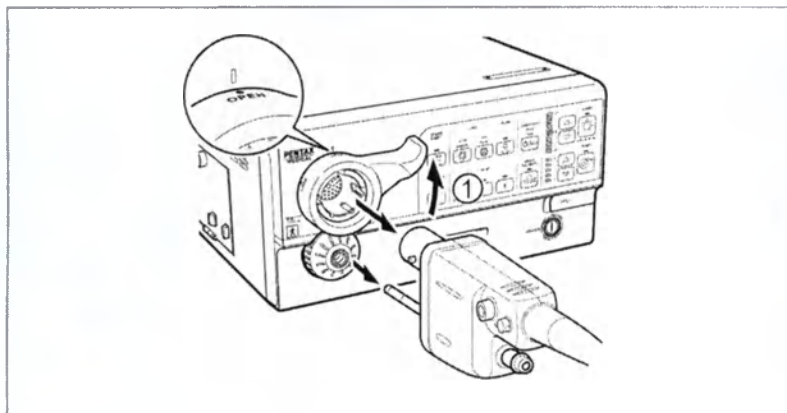

Рисунок 6.1
2. Для выключения видеопроцессора нажмите ①.
4. Поднимите фиксирующий рычаг эндоскопа в положении ① и отсоедините от процессора эндоскоп, блок емкости для воды и шнур питания (см. рисунок 6.1).